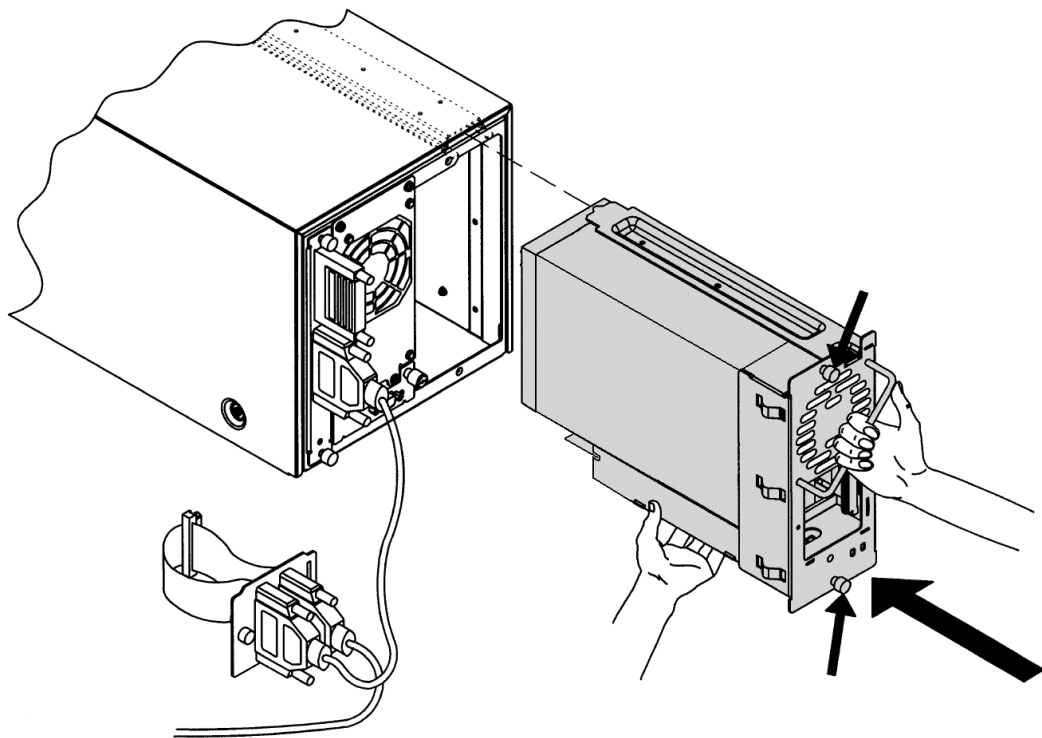

図 5.3 ドライブモジュールの取り付け
1. 片方の手でドライブモジュールのハンドルを持ってドライブモジュールを支え、他方の手でドライブを支えます（図5.3）。